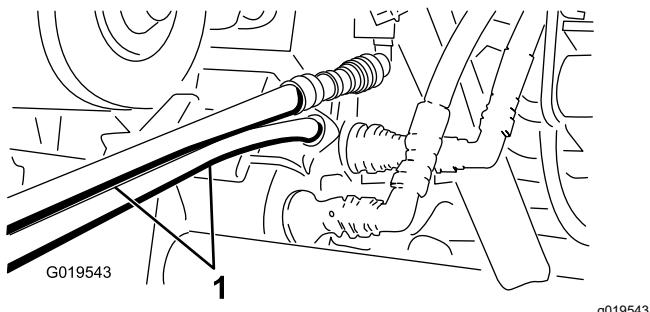

Figura 76
- En la otra máquina, conecte las dos mangueras al acoplamiento que permanece todavía en el soporte de acoplamiento (conecte la manguera superior al acoplamiento superior y la manguera inferior al acoplamiento inferior) (Figura 76).